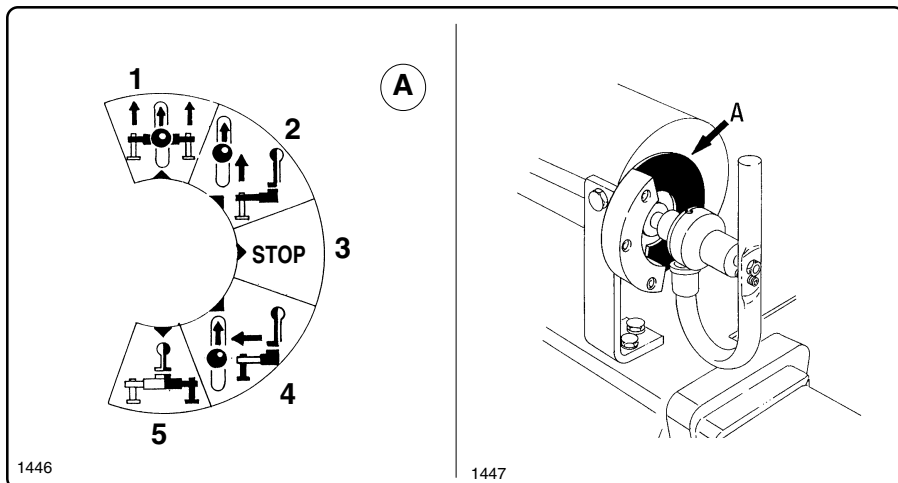

fig. 6.7.4
Quando sulla gru è installato il deviatore per la selezione dell'elemento da comandare, sul deviatore stesso è applicata, da entrambi i lati, della gru, la targhetta rappresentata in fig. 6.7.4
In the event that the crane is fitted with a lever switch for selecting the part to operate, the lever switches on both sides of the crane will feature the plate illustrated in fig. 6.7.4.
- Leva deviatore collocata in pos. "1" fig. 6.7.4.
- Leva deviatore collocata in pos. "2" fig. 6.7.4.